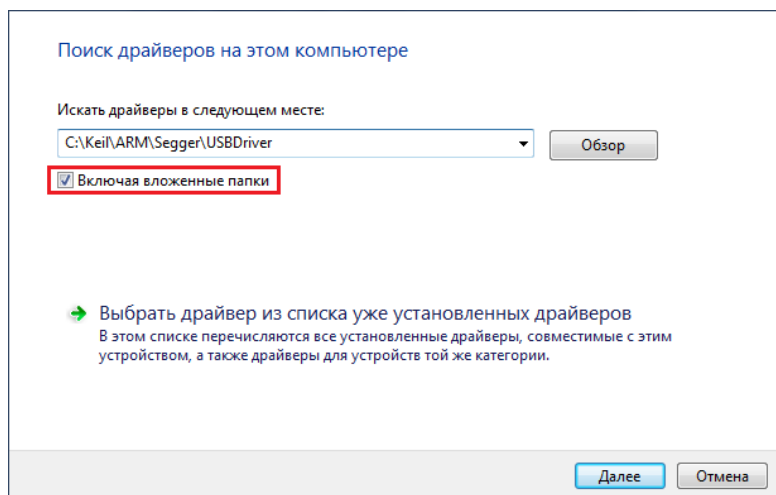

Рисунок 0.2 – Указание пути к драйверам для программатора
4. Выбрать пункт *Ручной поиск* и указать путь C:\Keil\ARM\Segger\USBDriver. При этом необходимо убедиться, что установлена галочка *Включая вложенные папки* (рисунок 0.2).